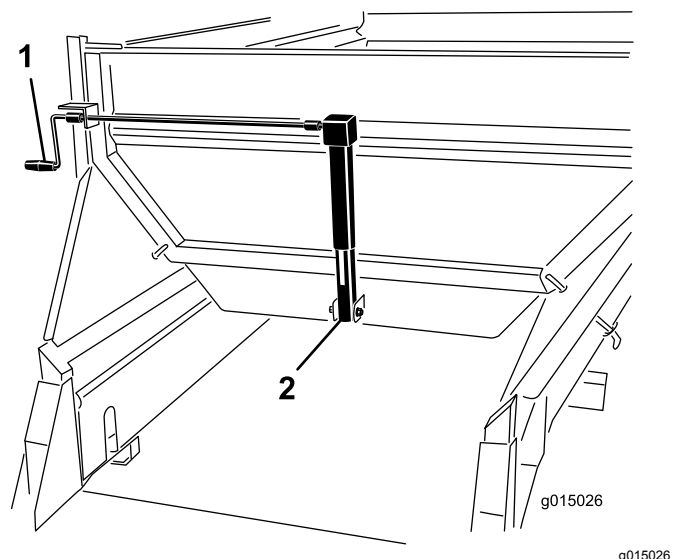

图 46
转动曲柄调节尾门 (图 46)直至箭头对准需要颜色区域的中心本例中为黄色。
1. 转动曲柄调节尾门 (图 46) 直至箭头对准需要颜色区域的中心本例中为黄色。